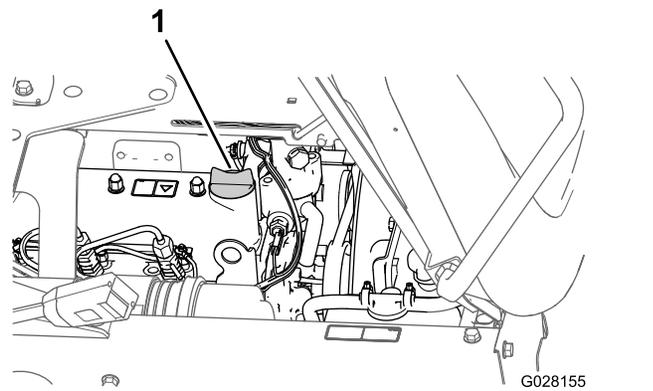

Figura 76
5. Retire el tapón de llenado de aceite del cuello de llenado de la tapa de válvulas del motor, y vierta lentamente aproximadamente el 80% de la cantidad especificada de aceite por el cuello de llenado (Figura 76).
8. Instale el tapón de llenado de aceite en el cuello de llenado (Figura 76).